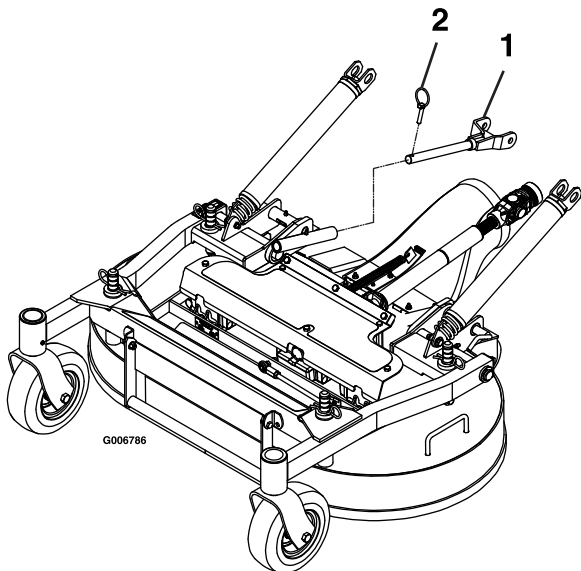

Figure 70
6. Retirez les goupilles à anneau à l'avant des bras de poussée, de chaque côté de la machine (Figure 70).
5. Fixez les bras de poussée sur les côtés gauche et droit de la machine avec des goupilles à anneau (Figure 70).